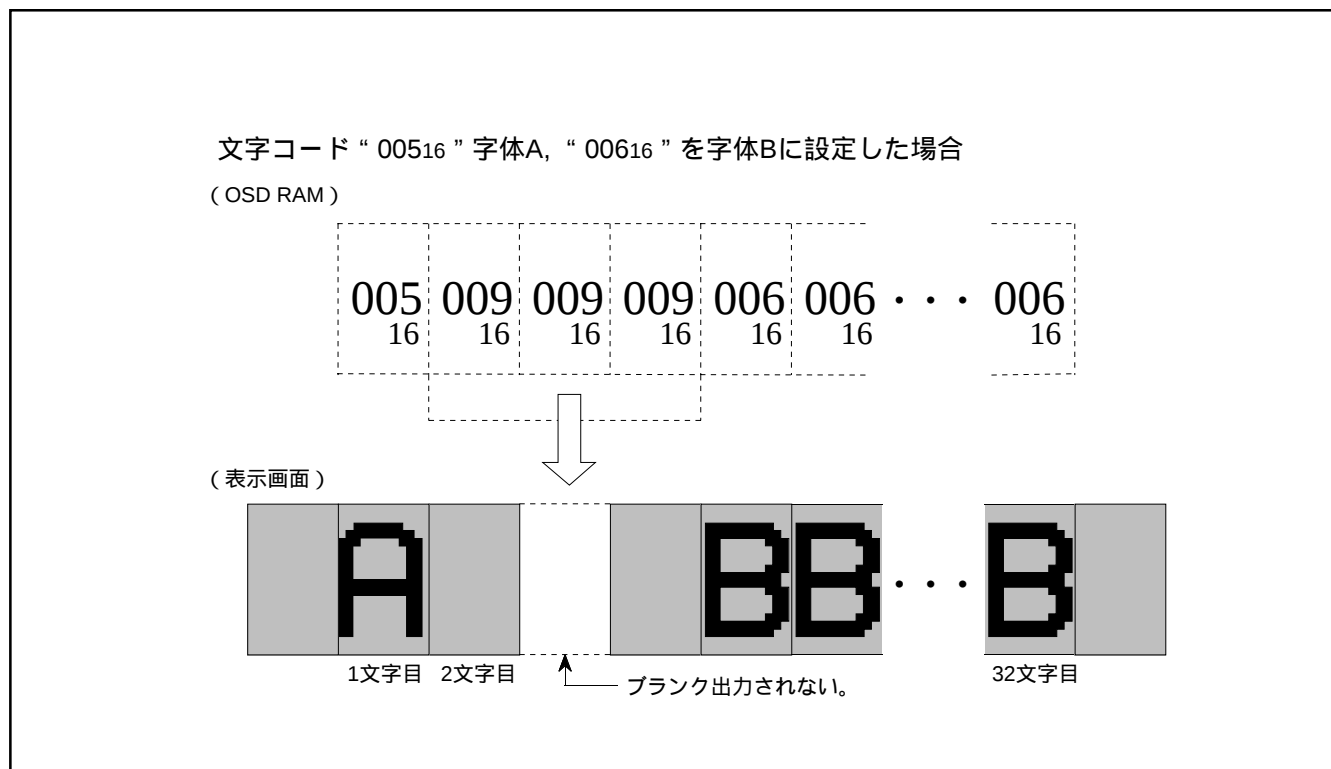

図 8.11.36 オートソリッドスペース画面表示例
- 注1. ブロック表示終了時に発生する“OSD割り込み要求”は、ブロックを表示していない場合は発生しません。つまり、ブロックコントロールレジスタi(00D016 ~ 00DF16番地)の表示制御ビットの設定によってブロックの表示がオフ(非表示)状態であれば、“OSD割り込み要求”は発生しません（図8.11.36のA参照）。
2. 1つのブロック表示中に他のブロックの表示開始位置がきた場合は、割り込み要求は途中から表示したブロックの表示終了時に1回だけ発生します（図8.11.36のB参照）。
3. ウィンドウを設定した画面で、ウィンドウ外にあるブロック（表示OFF）が表示終了した時点でも“OSD割り込み要求”は発生します（図8.11.36のC参照）。